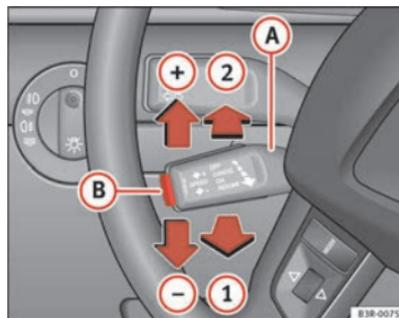

Abb. 151 Bedienungselemente der Geschwindigkeitsregelanlage
- Ziehen Sie den Hebel **A** in Position \Rightarrow Abb. 151 **1**, um die Anlage einzuschalten.
- Drücken Sie den Hebel **(A)** nach oben in Richtung \Rightarrow Abb. 151 **(+)**.
- Drücken Sie den Hebel **(A)** nach unten in Richtung \Rightarrow Abb. 151 **(-)**.
- Durch kurzes Drücken des Hebels **(A)** nach oben in Richtung \Rightarrow Abb. 151 **(+)** wird die gewünschte Geschwindigkeit um etwa 2 km/h erhöht.
- Durch kurzes Drücken des Hebels **(A)** nach unten in Richtung \Rightarrow Abb. 151 **(-)** wird die gewünschte Geschwindigkeit um etwa 2 km/h verringert.
Falls beim vorübergehenden Ausschalten keine gewünschte Geschwindigkeit gespeichert war, können Sie eine neue gewünschte Geschwindigkeit wie folgt speichern: Fahren Sie mit der gewünschten Geschwindigkeit und drücken Sie dann kurz die Drucktaste ⇒ Seite 186, Abb. 151 **(B)** (SET).
- Drücken Sie den Hebel **(A)** ⇒ Seite 186, Abb. 151 in Position **(2)** (gerastet).